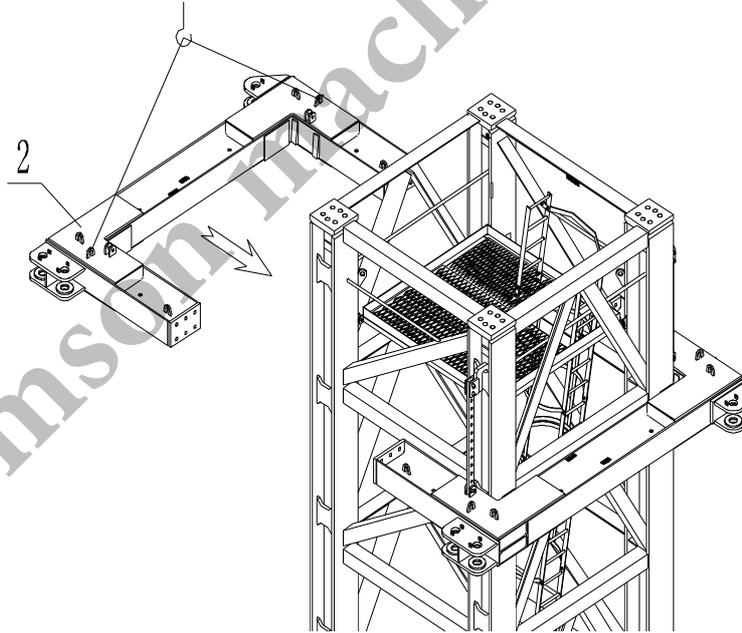

图 7.4-3
c. 将附着框半梁(2)锥面朝上吊至半梁(1)对侧；半梁中心在引进梁侧；半梁双耳板朝向建筑物，严禁反装，见图 7.4-3。